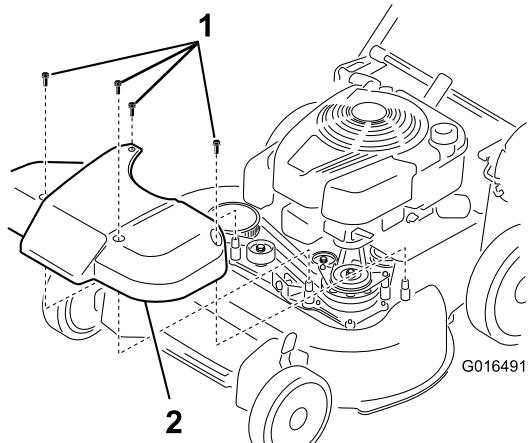

Рисунок 39
- Снимите крышку системы привода ножей (Рисунок 39).